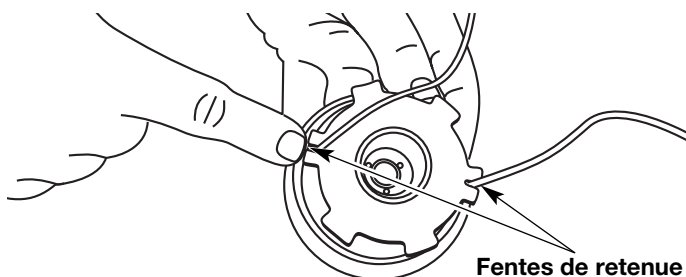

Fig. 23
- Insérez les extrémités du fil dans les deux fentes de retenue (Fig. 23).